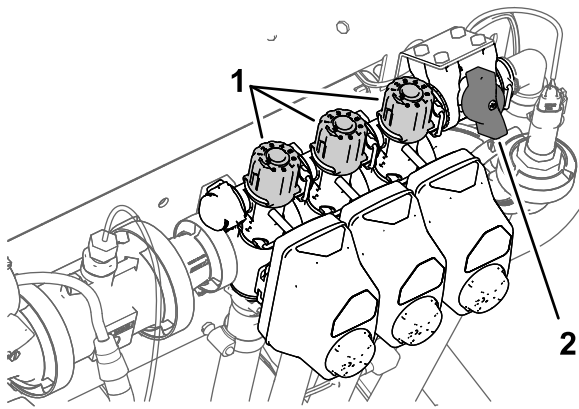

Bild 39
- Stellen Sie den linken Abschnittschalter ab und stellen das Handrad für das Abschnittsicherheitsventil (Bild 39) ein, bis die angezeigte Dosierung dem vorherigen Niveau gemäß der Tabelle entspricht.
11. Stellen Sie das Handrad für das rechte Abschnittsicherheitsventil (**Bild 39**) ein, bis die Dosierung gemäß der Tabelle am vorherigen Niveau liegt.
13. Stellen Sie das Handrad für das mittlere Abschnittsicherheitsventil (**Bild 39**) ein, bis die Dosierung gemäß der Tabelle am vorherigen Niveau liegt.